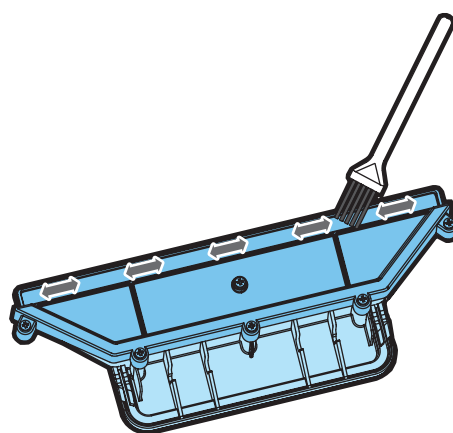

Fig.15
11. Reinig het oppervlak van de uitlaat van de kap van de opvangbak met de borstel en spoel grondig met water. (Zie Afb.15 en 16)